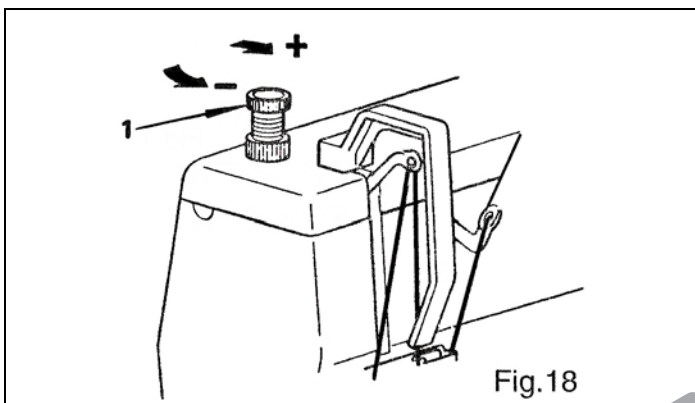

Fig.18
14. AJUSTE DA PRESSÃO DO CALCADOR (Fig. 18)